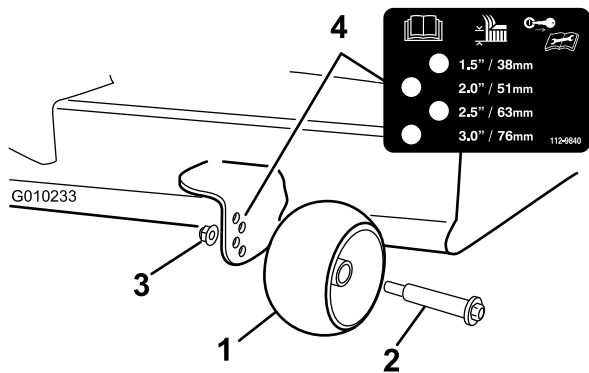
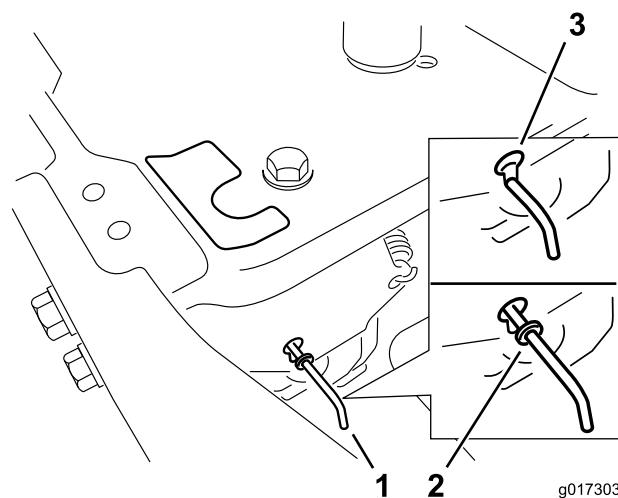

Figura 23
Figura 27
3. Regolate i rulli antistrappo come mostrato in Figura 23 in modo che corrispondano alla posizione di altezza di taglio più vicina.
4. Spostate in avanti le leve di bypass attraverso il foro della chiavetta, quindi verso il basso per bloccarle in posizione, come illustrato in Figura 23 e Figura 27. Ripetete l'operazione per ciascuna leva.
Spostate indietro le leve di bypass attraverso il foro della chiavetta, quindi verso il basso per bloccarle in posizione, come illustrato in Figura 27. Ripetete l'operazione per ciascuna leva.